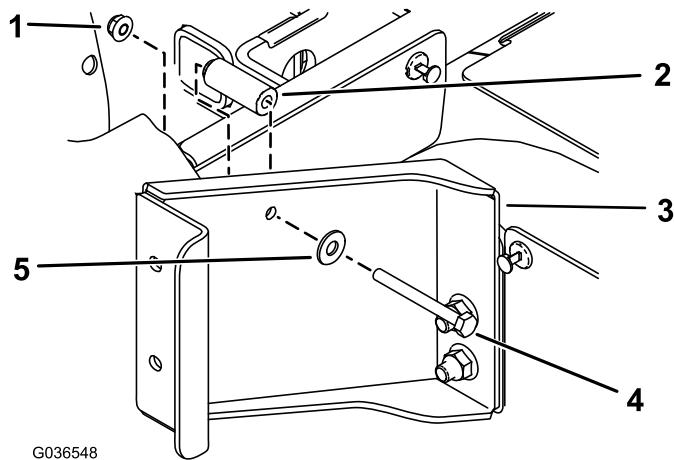

Figura 2
- C. Sujete el soporte detrás de la base del asiento trasero con 1 perno (1/4" x 2 1/2"), 1 arandela plana (5/16"), 1 espaciador (9/32" x 5/8") y 1 tuerca con arandela prensada (1/4"), tal y como se muestra en la Figura 2.